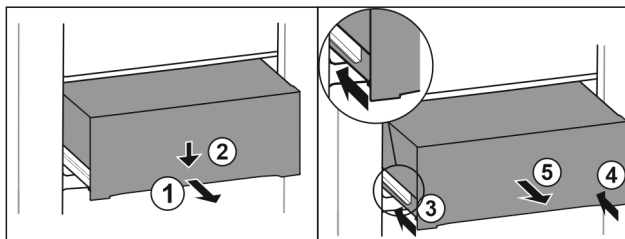

Fig. 193
- Izvucite ladicu na pola. Fig. 193 (1)
- Pritisnite ladicu naprijed prema dolje. Fig. 193 (2)
- Gurnite lijevu vodilicu za oko 2 cm. Fig. 193 (3)
- Gurnite desnu vodilicu za oko 2 cm. Fig. 193 (4)
- Izvadite ladicu prema naprijed. Fig. 193 (5)